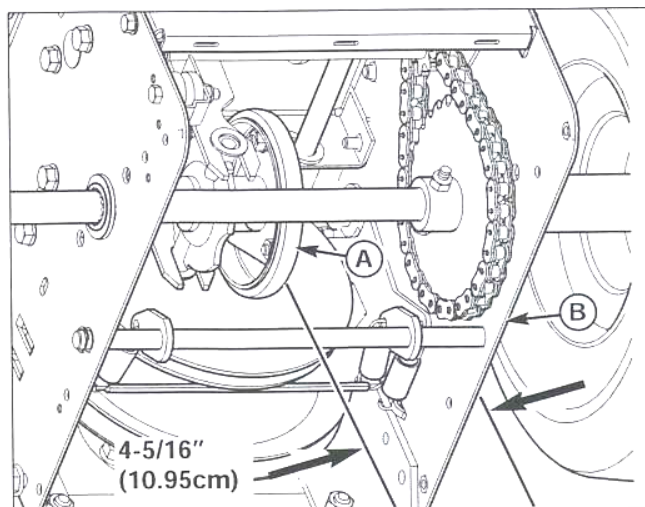

Рис. 24. Регулировка фрикционного диска
7. Определите положение фрикционного диска (А, рис. 24). Правильное расстояние от правой стороны фрикционного диска до внешней стороны рамы составляет 10,95 см. Если фрикционный диск не находится в правильном положении, произведите его регулировку следующим образом.
8. Передвиньте фрикционный диск (А, рис. 24) на правильное расстояние – 10,95 см.
4. Ослабьте болт (В, рис. 24) на крышке ремня (А). Снимите крышку ремня (А).